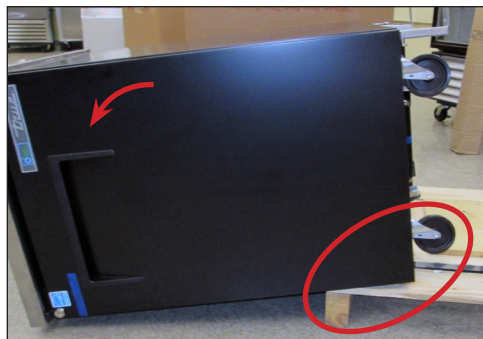

Рис. 4a. Уложите устройство на бок стороной с шарнирами вверх. Колесики не должны опираться на поддон, в противном случае возможно перемещение устройства.
4. Убедитесь в том, что шарниры устройства будут находиться сверху. После этого наклоните устройство на поддон и уложите его на картон. См. рис. 4a и 4b.